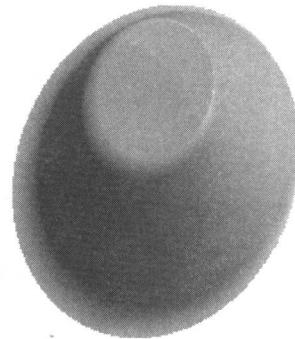

图 1-9 可变截面扫描类特征效果图
(5) 可变截面扫描类特征：可变截面扫描类特征是指系统通过用户草绘的扫描轨迹和扫描截面，自动生成截面可变的扫描类特征。可变截面扫描类特征在 Pro/E 中的造型效果如图 1-9 所示。